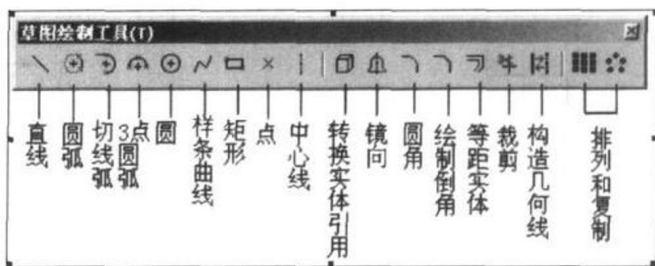

图 1-1 草图绘制工具
- (1) 单击草图绘制工具栏上的草图绘制，或选择【插入】|【草图绘制】命令。
- (2) 这时会出现一个“草图绘制工具 (T)”工具栏（如图 1-1 所示），同时将“基准面 1”作为默认基准面。